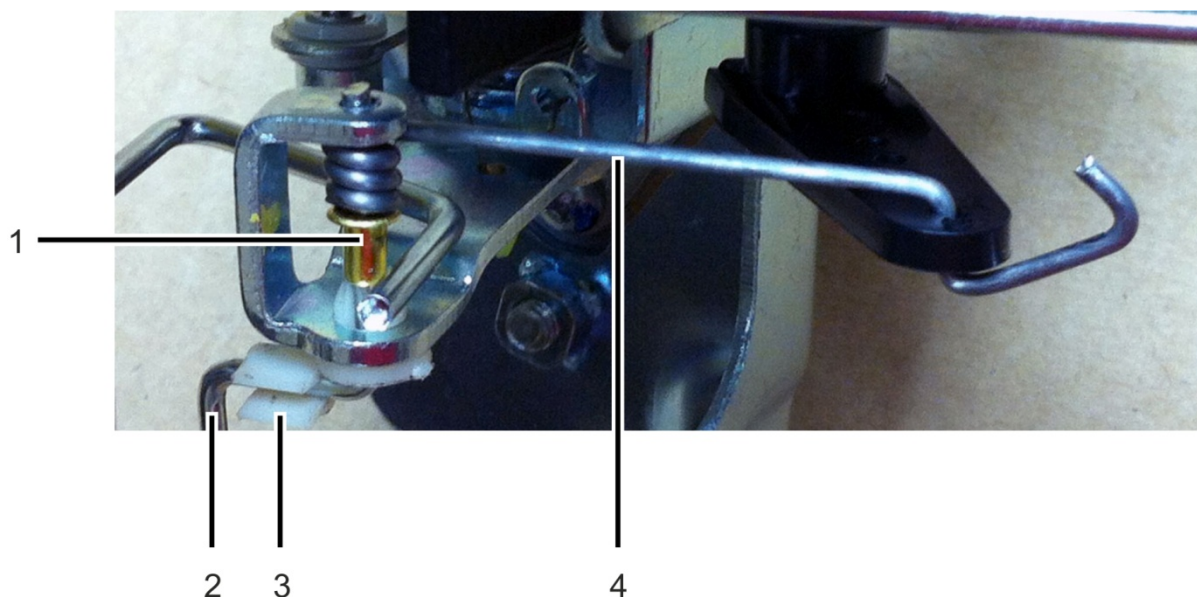

Рисунок 4 – Монтаж тяги актуатора
- Отсоединить фиксатор тяги заслонки (рисунок 4 поз. 3)
- Вытянуть вниз тягу заслонки на $\frac{1}{2}$ хода (рисунок 4 поз. 2)
- Установить втулку на тягу заслонки (рисунок 4 поз. 1)
- Установить тягу актуатора на тягу заслонки (рисунок 4 поз. 4)